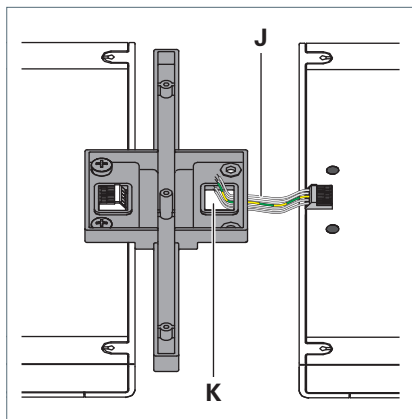

Fig. 14: Posa dei cavi.
- Far passare dal basso il cavo **J** dell'apparecchio concatenato attraverso la fessura **K** sull'elemento di collegamento dell'ultimo apparecchio montato, vedi Fig. 14.